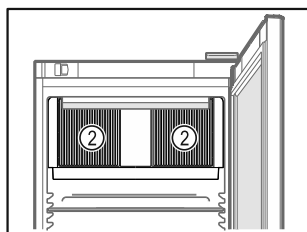

Fig. 41
- ☐ Se till att inte blockera ventilationsgallren Fig. 41 (2) för fläkten inne i skåpet.